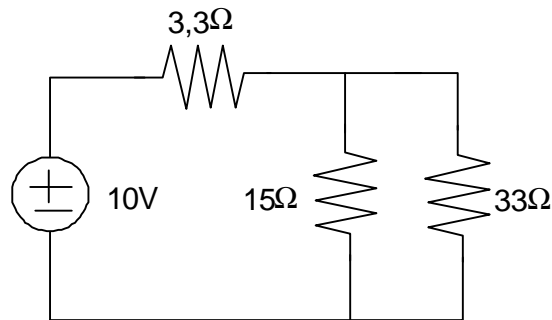

Figura 1.4
6. En el circuito de la figura 1.4, determine el valor de la corriente I_x que pasa por cada resistencia.
Armar el circuito de la figura 1.4 y medir las corrientes en las diferentes ramas así como las tensiones entre los bornes de las resistencias con los aparatos que fueron diseñados en el trabajo previo al laboratorio. Luego de hacer estas mismas medidas con el amperímetro DC y el voltímetro DC diseñados por usted. Tabular estos datos. Desconectar el circuito y medir las resistencias con el óhmetro que fue diseñado y después con el disponible en el laboratorio; comparar las medidas con el valor nominal. Tabular todas estas medidas y comentar los resultados así como las posibles causas de error. Tome en cuenta que para los instrumentos diseñados por usted los valores de las resistencias a usar serán los más próximos a los calculados teóricamente según la disposición que exista de ellos en el laboratorio, recuerde tomar esto en cuenta en las ecuaciones respectivas para pasar de la lectura en mA del miliamperímetro a la respectiva en volt ó en ohm según sea el caso.